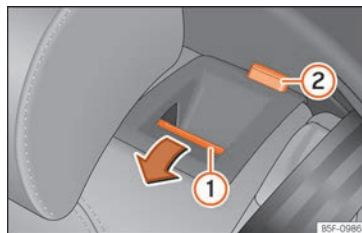

Abb. 111 Rücksitz: Rückenlehne vorklappen.
- Entriegelungstaste »» **Abb. 111 ①** nach vorn ziehen und gleichzeitig die Rückenlehne umklappen. Die Rücksitzlehne ist entriegelt, wenn die rote Markierung des Tasters **②** sichtbar ist.